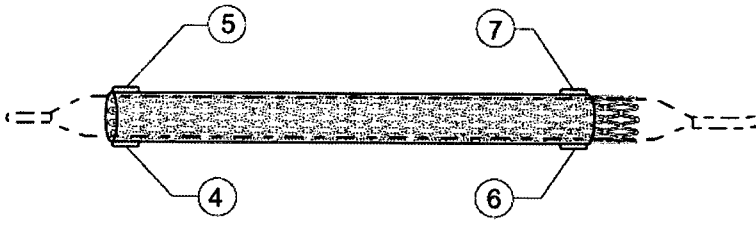

FIGURA -4-
- Haga avanzar el dispositivo de la rama ilíaca RIK de la endoprótesis hasta que las marcas radio-opacas proximales de la misma (4 y 5 de FIGURA -4-) hayan ingresado dentro de la endoprótesis RAK.
- Posicione la prótesis RIK, teniendo presente que las marcas radio-opacas del extremo proximal de la prótesis RIK (ver 4 y 5 de FIGURA -4-) estén por encima de las marcas radio-opacas del extremo distal de la prótesis RAK (ver 3 y 4 de FIGURA -2A y 2B-).
- Reposicione la prótesis según las marcas de referencia, teniendo presente que las marcas radio-opacas del extremo proximal de la prótesis RIK (4 y 5 de FIGURA -4-) deben sobrepasar las marcas radio opacas distales de la endoprótesis RAK (3 y 4 de FIGURA -2A y 2B)